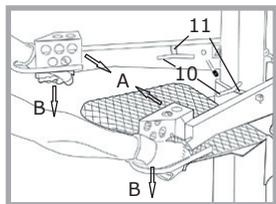

Abb. 8
Um das Holz beim Spaltvorgang festzuhalten, sind an beiden Betätigungsarmen Holzklammungen (10) angebracht (siehe Abb. 8).
Die Holzklammungen passen sich durch die angebrachten Druckfedern (11) stufenlos an jede Größe der Holzstämmen an (siehe Abb. 8).
Stellen Sie das zu spaltende Holz auf den Spalttisch und drücken Sie beide Betätigungsarme nach innen (A) (siehe Abb.8). Dadurch wird das Holz fixiert.
Holzstämmen mit einer Länge bis 550 mm können zum Spalten auf den Einhängetisch gestellt werden und in einem Arbeitsgang durchgespalten werden (siehe Abb. 8).